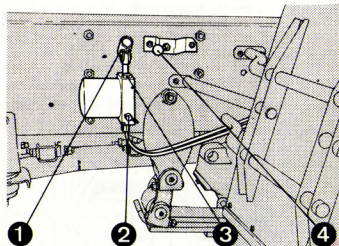

Fig. 2.10 Bomba hidráulica abatimiento cabina.
- 6a Una vez realizadas estas operaciones, la cabina quedará en posición de ser abatida. Para ello se accionará la bomba hidráulica (fig. 2.10), valiéndose de la palanca que dispone el vehículo para esta maniobra, teniendo en cuenta que para subir o bajar la cabina debe girarse el grifo de la bomba (fig. 2.10 - nº 3), en el sentido que indican los rotulos punzonados en el cuerpo de la bomba, es decir, que para subir la cabina, se girará el grifo de la bomba. en el sentido de las agujas del reloj y para bajar, en el sentido contrario.